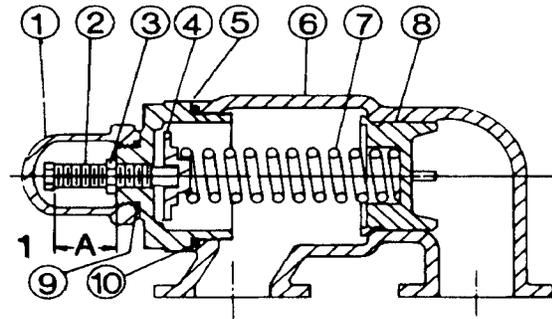

图21
2. 测量并记录调整螺钉的伸长量。参阅第 12页图21 “A”。